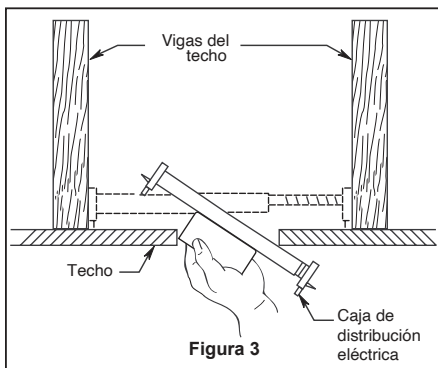

Figura 3
Uso del soporte (Figura 3)
3. Afloje los dos tornillos de fijación del soporte del barral. Introduzca los cables de color negro, blanco y azul de soporte para techo a través de la varilla. (Figura 3)
1. Fije bien la abrazadera para colgar a la caja de salida (no se incluye) con los tornillos y las arandelas provistas con la caja de salida. (Figura 3)
- 2. Deslice el receptor en el soporte de suspensión antes de realizar el cableado como se muestra en la figura 3.
3. Para que el ventilador sea funcional, instale las pila (incluidas) de 23A/12V en el transmisor del mando a distancia. Mientras el ventilador esté apagado. A continuación, siga el proceso de fijación remota de código. Si no se utiliza el ventilador durante un largo periodo de tiempo, extraiga la batería para evitar cualquier daño al transmisor. Almacene el mando a distancia en un lugar alejado del calor o la humedad excesiva. (Figura 3)